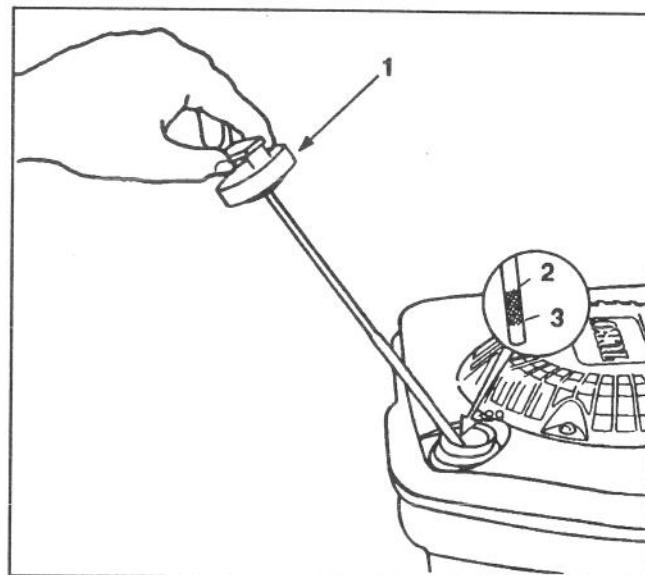

Abb. 4
Vor jedem Gebrauch sicherstellen, daß sich der Ölstand zwischen den Markierungen VOLL und NACHFÜLLEN auf dem Ölmeßstab befindet (Abb. 4). Öl nachfüllen, falls der Ölstand zu niedrig ist.
3. Den Ölmeßstab abwischen und in den Einfüllstutzen stecken. Die Verschlußkappe um eine Vierteldrehung im Uhrzeigersinn drehen. Den Meßstab wieder herausziehen und den Ölstand auf dem Ölmeßstab mit den Markierungen VOLL und NACHFÜLLEN prüfen (Abb. 4). Ist der Ölstand niedrig, den Ölstand nur bis zur VOLL-Markierung auffüllen. **NICHT ÜBER VOLL-MARKIERUNG AUFFÜLLEN, DEN DER MOTOR KÖNNTE BEIM STARTEN BESCHÄDIGT WERDEN; ÖL LANGSAM EINFÜLLEN.**
1. ÖLSTAND PRÜFEN – Ölstand, wie auf dem Ölmeßstab gezeigt, zwischen VOLL und NACHFÜLLEN halten (Abb. 4).